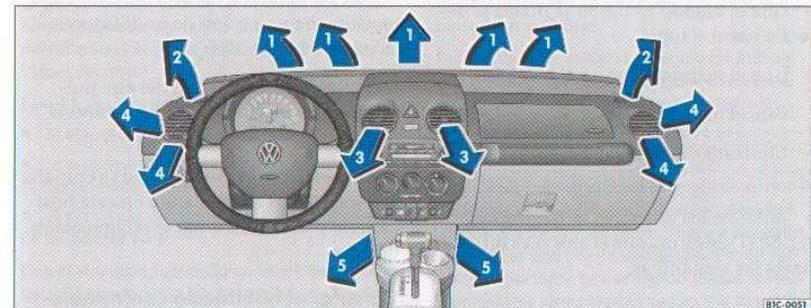

Fig. 58 Tablero de instrumentos: disposición de los difusores
además, los difusores ⇒ página 69, fig. 58 3 y 4 también se pueden cerrar y abrir de forma individual:
- Cierre los difusores ⇒ página 69, fig. 58 3.
- Enfoque los difusores ⇒ página 69, fig. 58 4 de forma que el aire vaya dirigido hacia las ventanillas.
- Enfoque los difusores ⇒ página 69, fig. 58 4 para proyectar aire caliente adicional hacia las ventanillas.
- Regule el caudal del aire caliente y la dirección de proyección de los difusores ⇒ página 69, fig. 58 4.
- Abra los difusores ⇒ página 69, fig. 58 3 y 4.